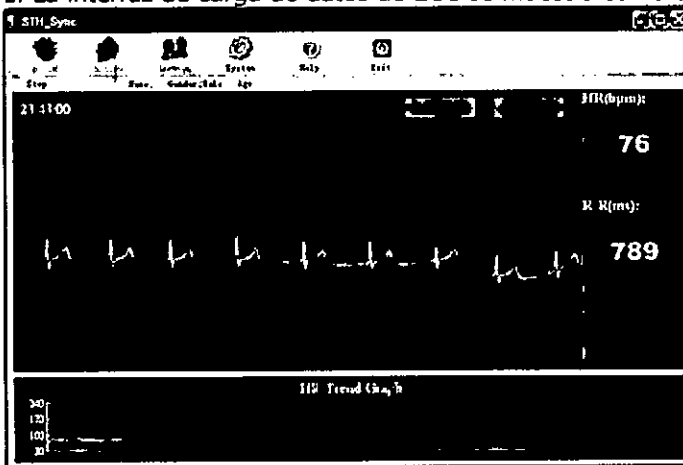
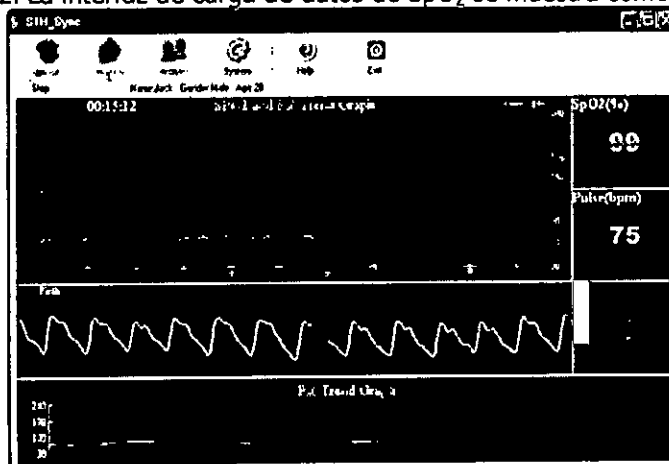

Imagen 6-14
Imagen 6-15
- Si la versión del dispositivo es Sin Blueth y la conexión es exitosa, el sistema entrará directamente en la interfaz de carga, como se muestra en la imagen 6-14 (casos de ECG) y la imagen 6-15 (casos de SpO₂).
1. La interfaz de carga de datos de ECG se muestra como en la imagen 6-14:
2. La interfaz de carga de datos de SpO₂ se muestra como en la imagen 6-15.
- ◆ Caso de ECG: Muestra el gráfico de tendencia de la onda de ECG y la frecuencia cardíaca (imagen 6-15).
La línea roja vertical en el gráfico de tendencia de frecuencia cardíaca, que se muestra en la imagen 6-15, indica la onda QRS activada actualmente (la onda QRS indicada por dos líneas verticales en la onda ECG). Es posible seleccionar la onda QRS haciendo clic con el botón izquierdo del ratón en el gráfico de tendencia de frecuencia cardíaca, o con los botones "←" o "→" del teclado.